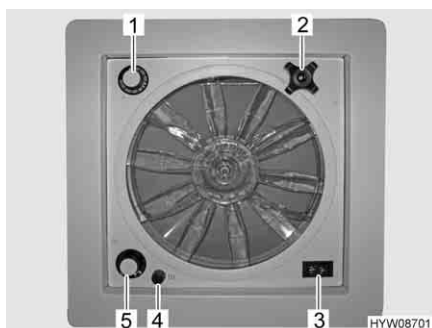

Fig. 46 Oblò con ventilatore
- ▷ Un fusibile da 4 A (Fig. 46,4) protegge da sovraccarico il motore del ventilatore. Se si verifica un sovraccarico: Individuare per prima cosa la causa (ad es. il ventilatore è sporco), poi sostituire il fusibile.
Apertura oblò: ■ Ruotare la maniglia girevole (Fig. 46,2), finché non si raggiunge l'angolo di apertura desiderato.
Aerazione/sfiato: ■ Portare l'interruttore a levetta (Fig. 46,3) su "Aerazione" (flusso d'aria dall'esterno verso l'interno) o "Sfiato" (flusso d'aria dall'interno verso l'esterno).
Spegnimento del ventilatore: ■ Portare l'interruttore a levetta (Fig. 46,3) sulla posizione centrale.
Impostazione della velocità del ventilatore: ■ Posizionare l'interruttore girevole (Fig. 46,5) sul grado desiderato:
Impostazione della temperatura: ■ Ruotare il termostato (Fig. 46,1) fino alla battuta in direzione "blu".